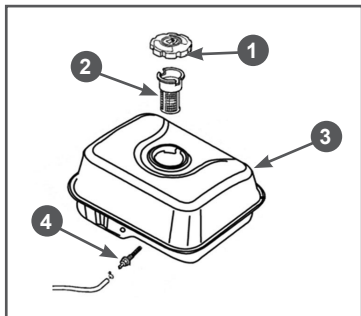

Рис. 26 Топливные фильтры
пливного бака и установлен внутри бака (Рис. 26).
Через каждые 300 часов работы необходимо производить очистку топливного бака от грязи и конденсата. Одновременно с очисткой топливного бака необходимо проверять и очищать фильтр 4, установленный внутри бака (Рис. 26). Поврежденный или сильно загрязненный фильтр необходимо заменить.
3. Выкрутите из топливного бака выходной штуцер 4 и произведите его очистку (Рис. 26). Внимательно осмотрите сетчатый фильтр. При обнаружении механических повреждений замените штуцер топливного бака.